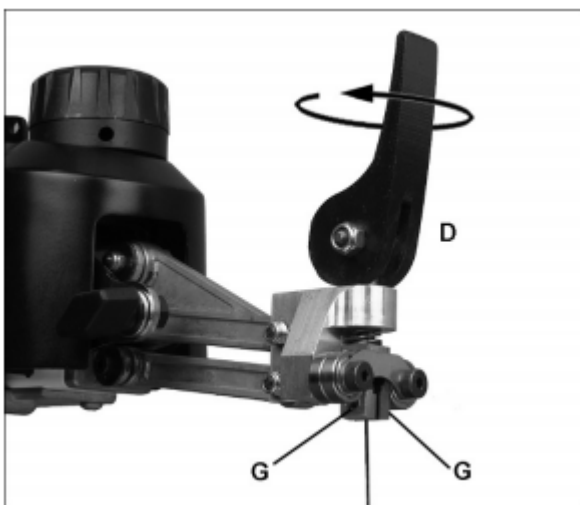

Рис. 16
- Натяжение пилки можно увеличить путем поворота рукоятки (D, Рис. 16) на один оборот по часовой стрелке.
Сначала проверьте, что установочные винты (G, Рис. 16) выступают в зону зажима на одинаковое расстояние. При необходимости отрегулируйте.